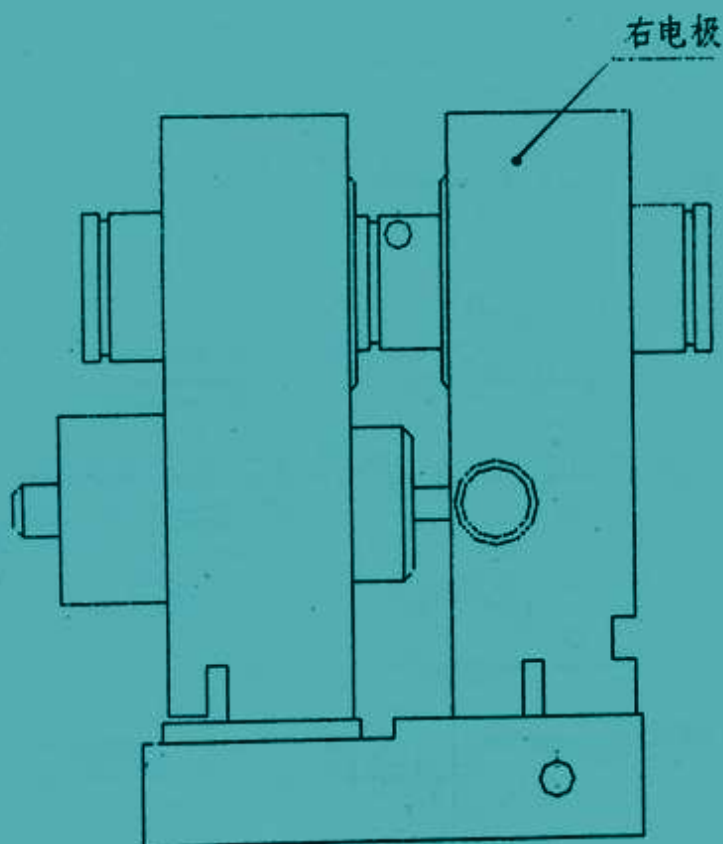

图 2-2 石墨炉压紧示意图
- 2) 将显示屏光标移至“REPLACE TUBE”，按回车键，打开石墨炉把石墨炉右电极拉开，装上石墨管，使石墨管中间的加样孔对准石墨座上的大孔，用附件中的定位件来定位，然后将右电极缓慢压紧，再按回车键，将石墨炉压紧，见图 2-2 石墨炉压紧示意图。